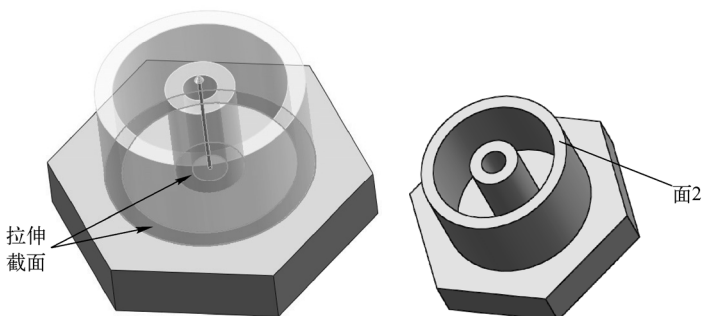

图 12-38 拉伸实体
入拉伸距离为 20.00mm，然后单击属性管理器中的“确定”按钮，结果如图 12-38 所示。
**01** 绘制草图。在左侧的“FeatureManager 设计树”中用鼠标选择图 12-38 所示的面 2 作为绘制图形的基准面。单击“草图”控制面板中的“转换实体引用”按钮, 将图 12-38 所示的面 2 的外圆柱边线转换为图素。